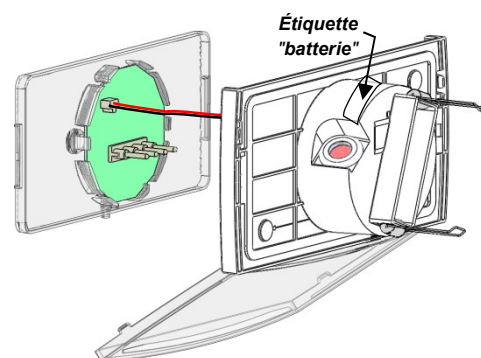

Fig. 9
- Inscrire la date de mise en service sur l'étiquette "batterie" (fig. 9).